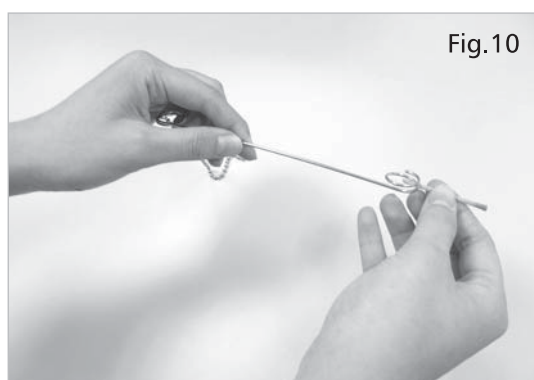

Fig.10
- (b) Insérez l'allumette dans la pince du bâton (Fig. 10)